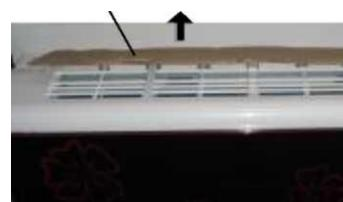

Рис. 4
Примечание: Функция AUTO CLEAN - отличительная особенность данного кондиционера. К кондиционеру прилагаются передний и верхний воздушные фильтры. При активации функции AUTO CLEAN воздушные фильтры могут автоматически смещаться вперед и назад. Во избежание повреждения фильтра при транспортировке, он упакован в картон (см. рис. 4 и 5). По окончании установки внутреннего блока снимите панель кондиционера и удалите картонную упаковку.
1. Удалите картонную упаковку с верхнего воздушного фильтра после того, как внутренний блок кондиционера вынут из коробки. Рис. 4.